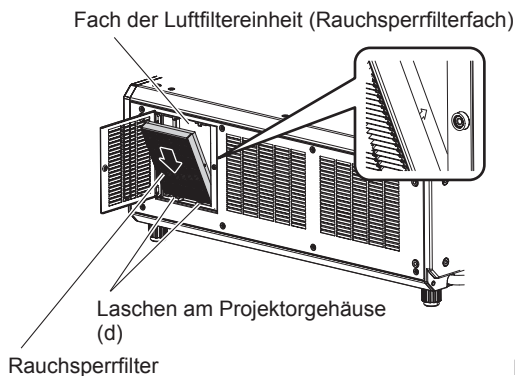
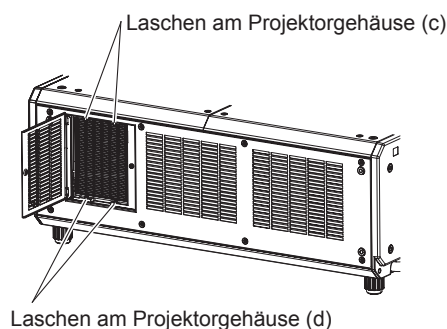

Abb. 1
Abb. 2
- Setzen Sie den Rauchsperrfilter in Richtung des auf dem Rauchsperrfilter dargestellten Pfeils in das Fach der Luftfiltereinheit des Projektorgehäuses (Rauchsperrfilterfach) ein. **(Abb. 1)**
- i) Haken Sie den Rauchsperrfilter-Rahmen unten an den Laschen des Fachs der Luftfiltereinheit (Rauchsperrfilterfach) des Projektorgehäuses (d) ein. **(Abb. 1)**
- ii) Drücken Sie etwas nach innen, wie durch den Pfeil dargestellt **(Abb. 1)**, und haken Sie den mittleren Teil des Rauchsperrfilter-Rahmens oben an den Laschen des Fachs der Luftfiltereinheit (Rauchsperrfilterfach) des Projektorgehäuses (c) ein. **(Abb. 2)**